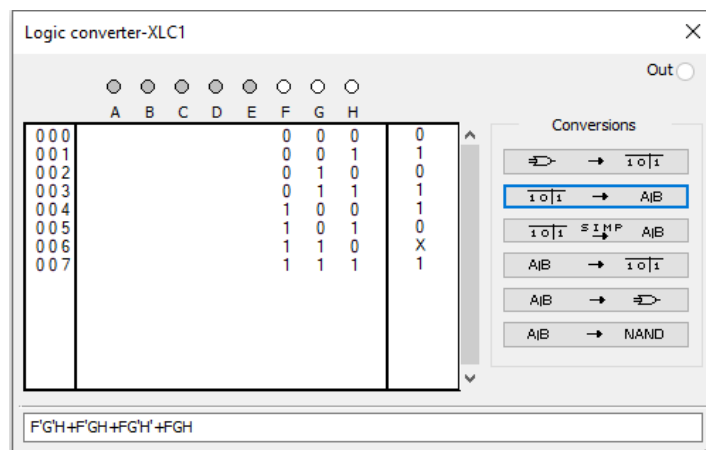

Рисунок 2.3. Логічний перетворювач (логічний вираз)
4. Перетворіть таблицю істинності в логічний вираз у досконалій диз'юнктивній нормальній формі натисненням 2-ї згори кнопки на передній панелі логічного перетворювача (рис. 2.3).